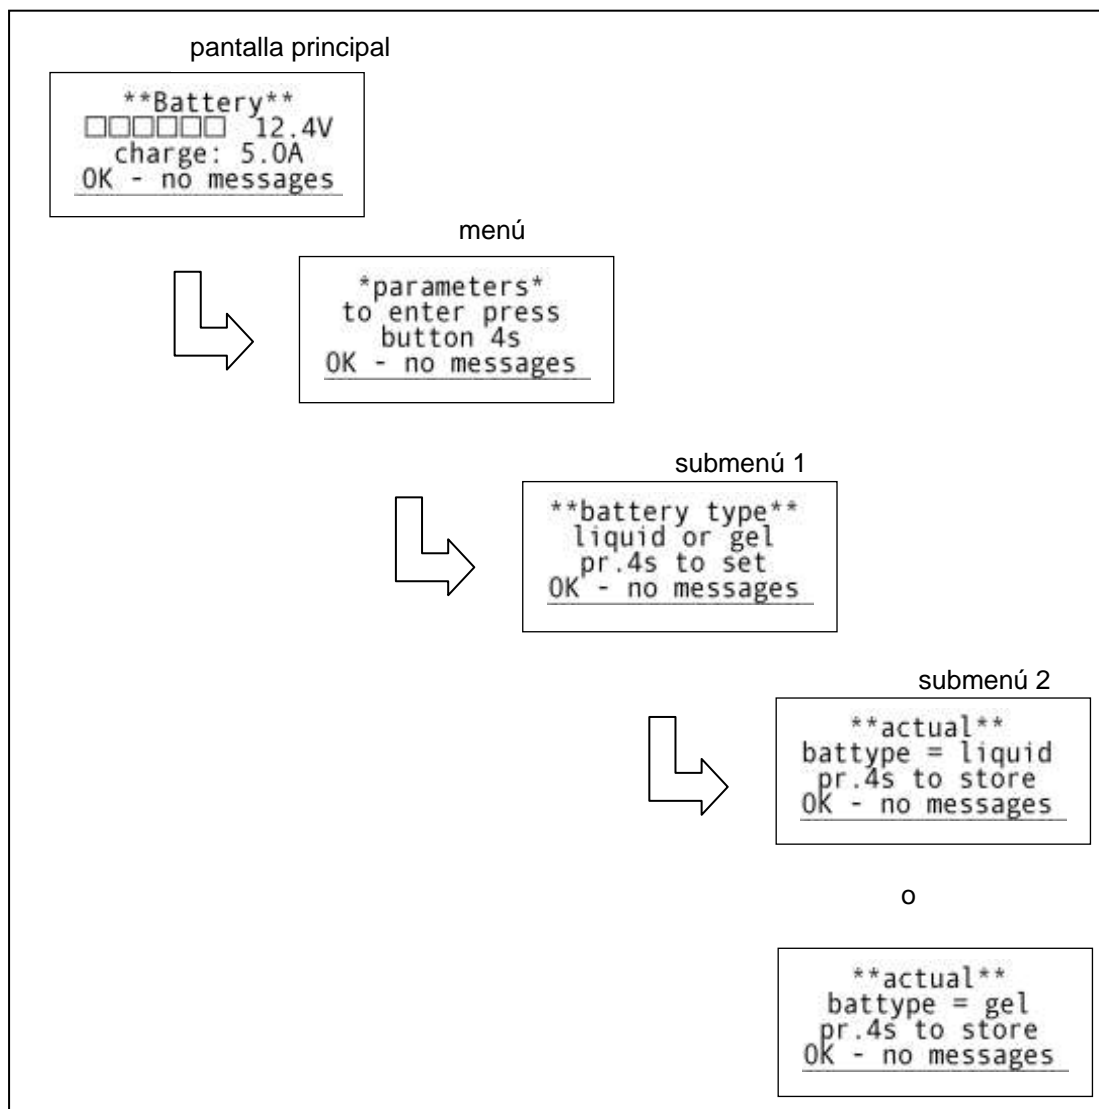

ilustración 4
2. Ajuste del tipo de batería (ilustración 4)